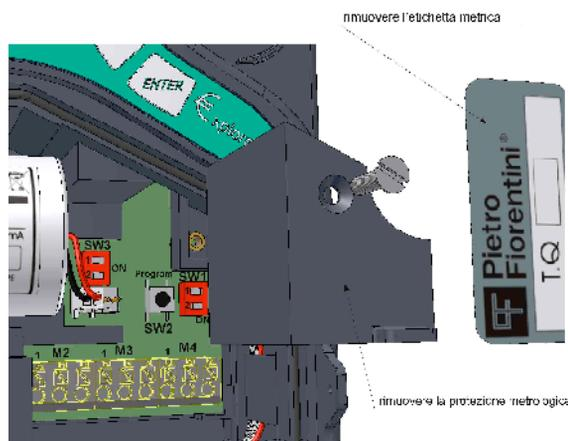

Fig. 17 – Accesso al tasto e al Dip-switch protetti da sigillo
- Dip SW1 è posto sotto protezione metrica accanto al tasto, richiede la rimozione del sigilli dello sportello e di quello metrico adesivo (Fig. 17)